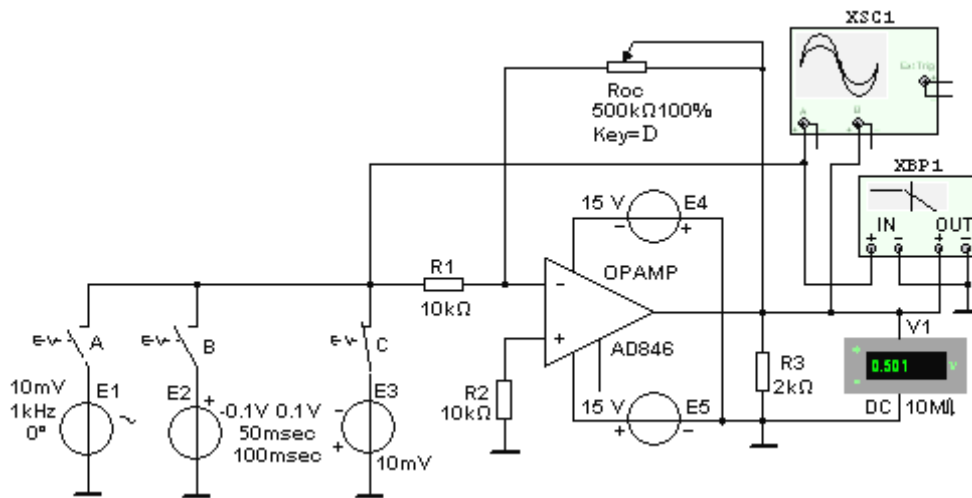

Рис. 3.5
Пункт 1) Задание 1. Запустить среду MS10. **Открыть** файл **3.5.ms10**, размещённый в папке с **лабораторным заданием**, или **собрать** на рабочем поле среды MS10 схему для испытания *инвертирующего усилителя* на ОУ (рис. 3.5), **ознакомиться** с методикой расчёта параметров элементов схемы
и установить их в диалоговых окнах компонентов. Скопировать схему (рис. 3.5) на страницу отчёта.
1.1. Инвертирующий усилитель (рис. 3.5) собран на ОУ типа **AD846**, параметры которого приведены на рис. 3.3 (теоретический материал).
1.5. (Выполняется факультативно). С помощью схемы (см. рис. 3.5, ключ А замкнут) исследовать влияние напряжений источников питания **E4** и **E5**, сопротивления резистора **Roc**, сопротивления **R3** нагрузки на коэффициент усиления напряжения и частотные свойства неинвертирующего усилителя.